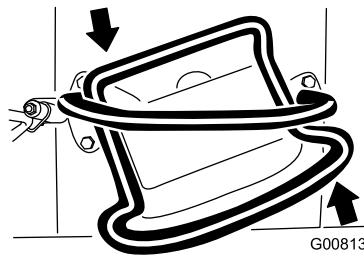

Bild 10
- Drehen Sie den Fahrantreibshebel nach links, um nach links zu fahren (Bild 10).